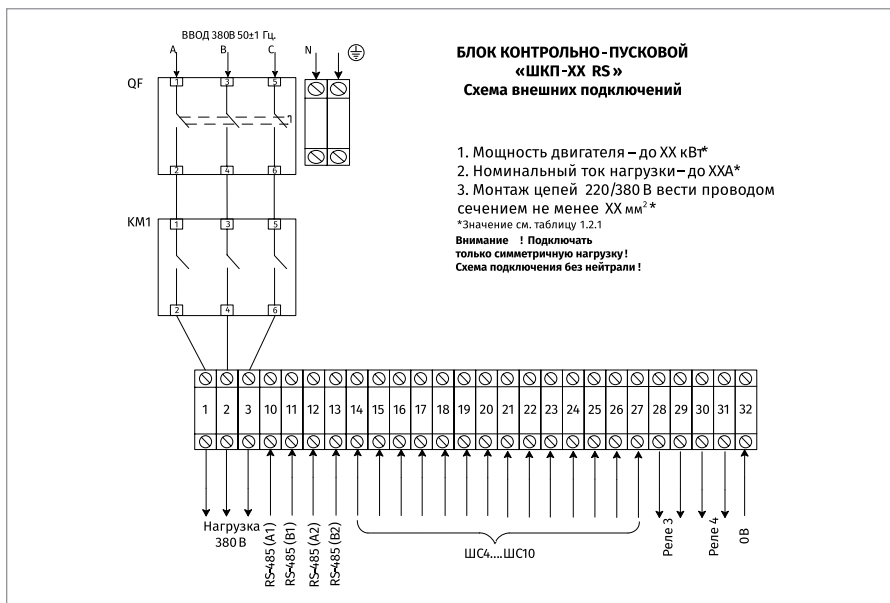

Рисунок 8. Схема подключения блоков ШКП-XXRS при 380В
2. Подключение соединительных линий выполняйте в соответствии с проектной документацией и схемой на Рисунок 8.